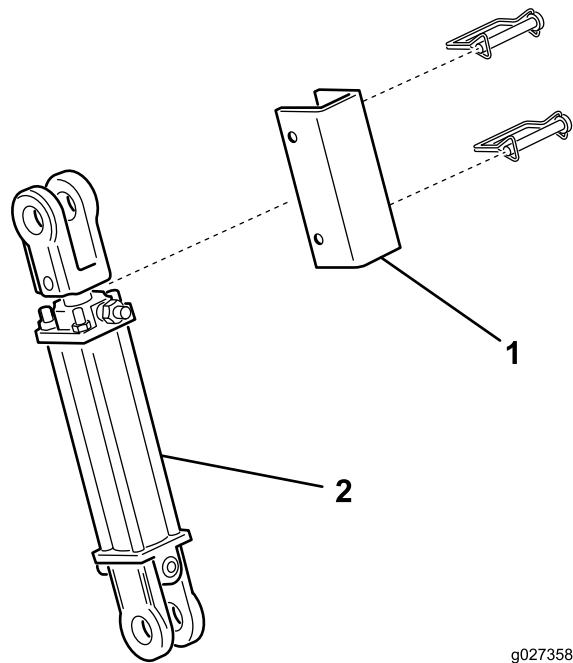

图8
- 确保刀盘处于升起位置且在行驶过程中脚轮不得接触地面。此外还要确保油缸锁定块图8安装到位以防止提升油缸在行驶过程中受到压迫。